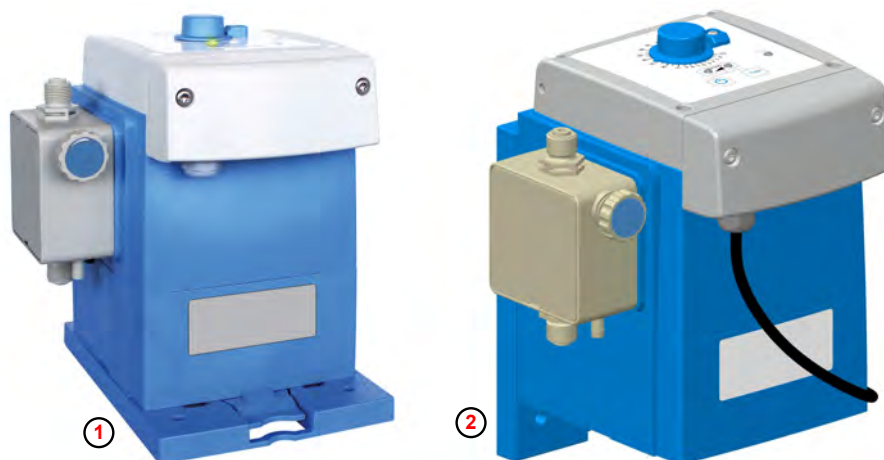

Fig. 3 : Montage sur table et montage mural
① Montage sur table
② Montage mural
La pompe peut être montée aussi bien debout (par exemple sur une console ou sur le réservoir de produit à doser) ( Fig. 3 , ① ) que suspendue sur un mur ② à l'aide de la plaque de montage.